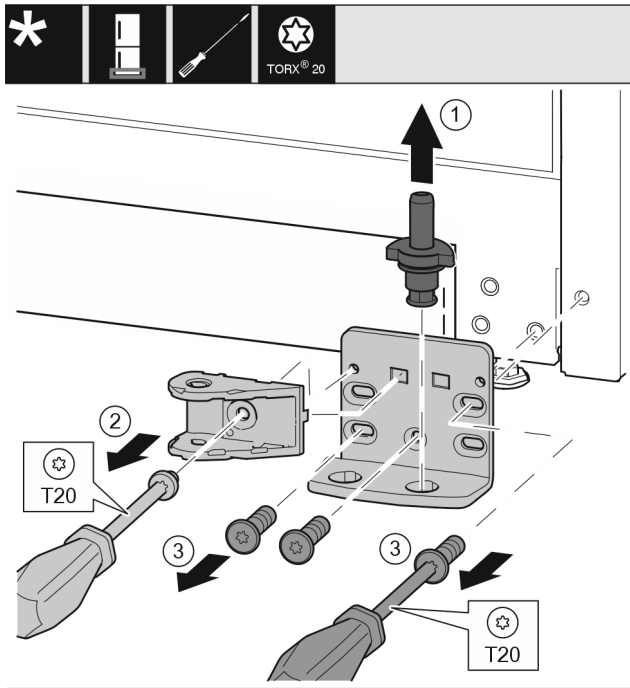

Fig. 35 *
- ▶ Lagerbolzen Fig. 35 (1) komplett nach oben herausziehen.*
- ▶ Schraube Fig. 35 (2) mit Schraubendreher herausdrehen und Schließdämpferverbindung abnehmen.*
- ▶ Schrauben Fig. 35 (3) mit Schraubendreher herausdrehen und Lagerbock abnehmen.*